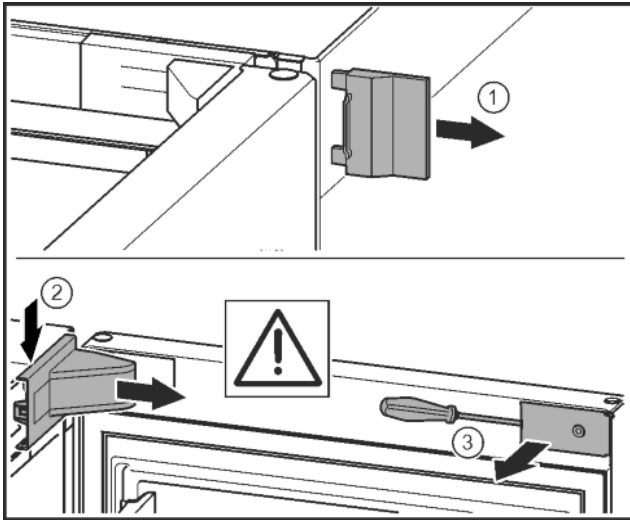

Fig. 10*
- Äußere Abdeckung abnehmen. Fig. 10 (1)*
- Lagerbockabdeckung mit Hilfe eines Schraubendrehers ausrasten und lösen. Lagerbockabdeckung abnehmen. Fig. 10 (2)*
- Blende mit Schlitzschraubendreher ausrasten und zur Seite schwenken. Fig. 10 (3)*